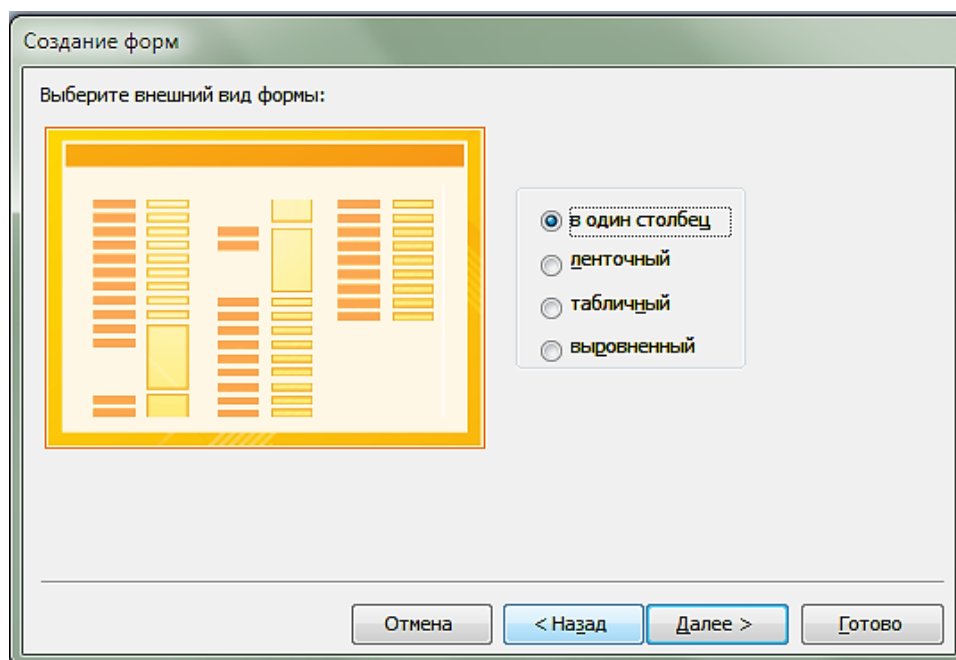

Рисунок 86 – Выбор внешнего вида формы.
5. Далее выберите внешний вид вашей будущей формы: в один столбец, ленточный, табличный и выровненный (рисунок 86). В нашем случае выберите *В один столбец* и нажмите *Далее*.